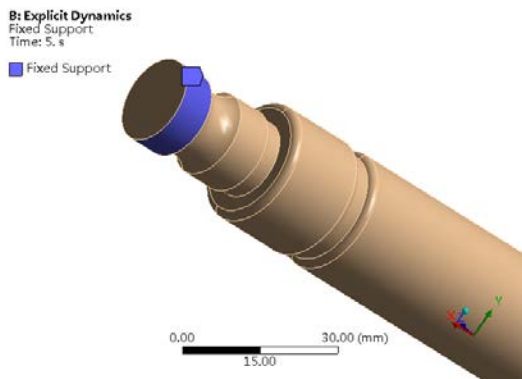

图 10-14 为端面施加约束
- 步骤 02** 在选择过滤器工具栏中单击“选择面”按钮 , 然后选择结构的一端端面为全约束，单击参数设置列表中的“Apply”按钮，即可将全约束施加到节点上，如图 10-14 所示。